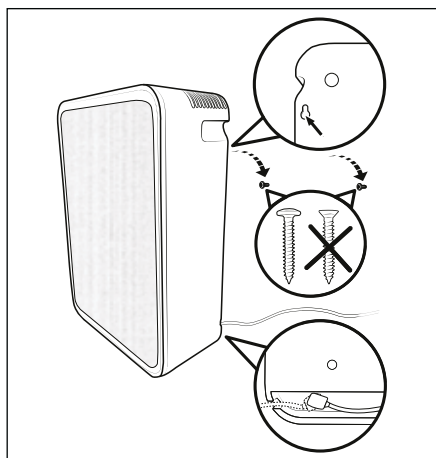

Fig. 4
- ◆ Vissez une vis à tête bombée dans chacune des deux chevilles. Laissez les vis à tête bombée dépasser de 5 mm env. des chevilles, afin que vous ayez suffisamment de place pour accrocher l'appareil (voir fig. 4).
- ◆ Branchez la fiche creuse de l'adaptateur secteur **10** dans la prise mâle **5** de l'appareil (voir fig. 4).
- ◆ Accrochez l'appareil aux deux vis à tête bombée par ses deux œillets en trou de serrure (voir fig. 4).
- ◆ Soulevez légèrement l'appareil du mur. Guidez le cordon de l'adaptateur secteur **9** vers l'extérieur en le passant dans le passe-câble de l'appareil vers la gauche ou la droite (voir fig. 4).